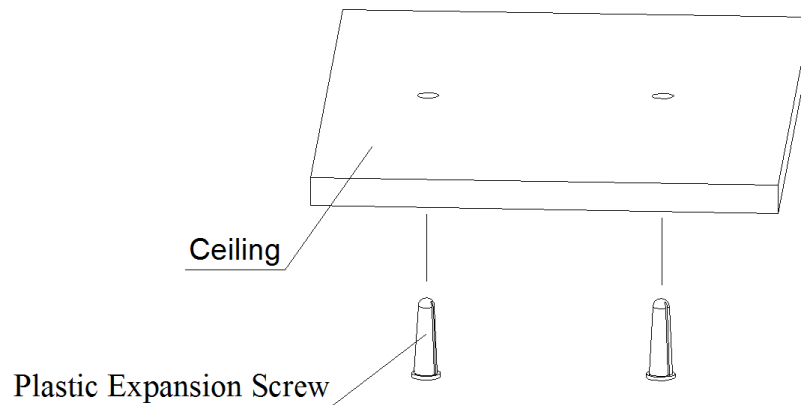

Figura 2-6
Paso 5 Coloque dos tornillos de expansión de plástico del kit de tornillos en los orificios redondos, como se muestra en la Figura 2-6. Martíllelos en los agujeros hasta que sus extremos queden al ras con el techo o la pared.